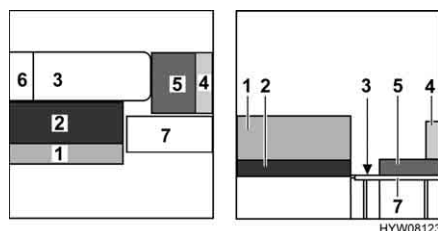

Fig. 98 Durante la trasformazione
- Fissare la piastra di supporto (Fig. 98,7).